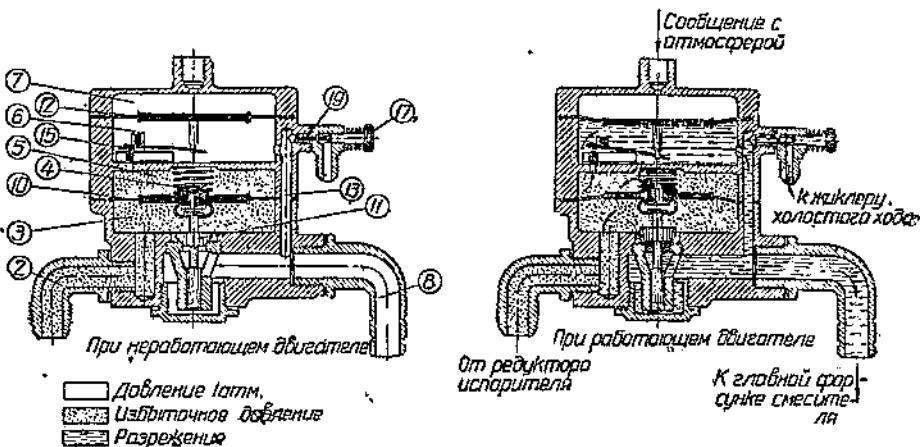

Рис. 18. Принципиальная схема редуктора низкого давления конструкции СГ-32
На рис. 18 представлена принципиальная схема редуктора низкого давления.
Такое положение клапана показано на рис. 18 слева.
Если расход двигателя возрастает, то по мере открытия дроссельной заслонки возрастает и разрежение в диффузоре. Повышенное разрежение в полости (8) передается по трубке (13) в полость (6) и через увеличивающееся проходное сечение клапана (15) начинается более интенсивный отсос газа из полости (5), что вызывает больший прогиб диафрагмы (10), а значит и большее открытие клапана (11), вплоть до полного его открытия. Такое положение изображено на рис. 18 справа.